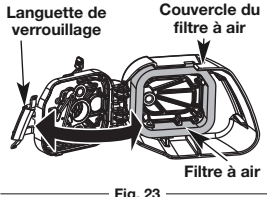

Fig. 23
- Pour ouvrir le couvercle du filtre à air: appuyez sur la languette de verrouillage et pivotez le couvercle du filtre à air vers la droite (Fig. 23).
- Retirez le filtre à air de l'intérieur du couvercle du filtre à air (Fig. 23).
- Remettez le filtre à air en place à l'intérieur du couvercle du filtre à air (Fig. 23).
- Pour fermer le couvercle du filtre à air : pivotez le couvercle du filtre à air vers la gauche et appuyez dessus en position fermée jusqu'à ce que la languette de verrouillage s'enclenche en place (Fig. 23).